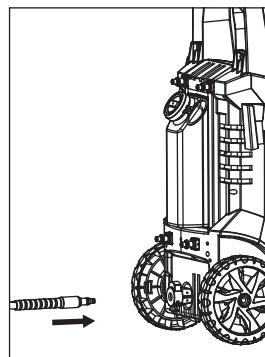

Ilustración 9 - Fije la manguera de alta presión a la salida de alta presión
7. Fije la manguera de alta presión a la salida de alta presión (ver la ilustración 9).